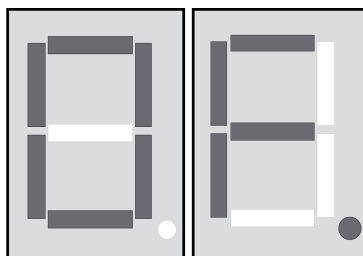

Figure 7: Affichage **OF** – „Overflow“
- i** Annuler le processus : appuyer sur les deux touches ▲ et ▼ (12) jusqu'à ce que le point décimal droit de l'affichage s'éteigne.
- i** Lorsque les 100 emplacements de mémoire sont occupés, l'affichage indique **OF** (figure 7).